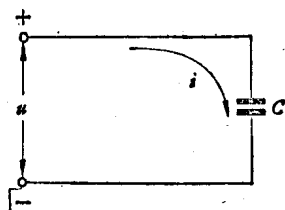

图 1-7
电容器用符号 $\text{—}||\text{—}$ 表示,文字用 C 表示,见图 1-7。单位用法拉 (F)、微法拉或微微法拉。微法拉简称微法 (μF),